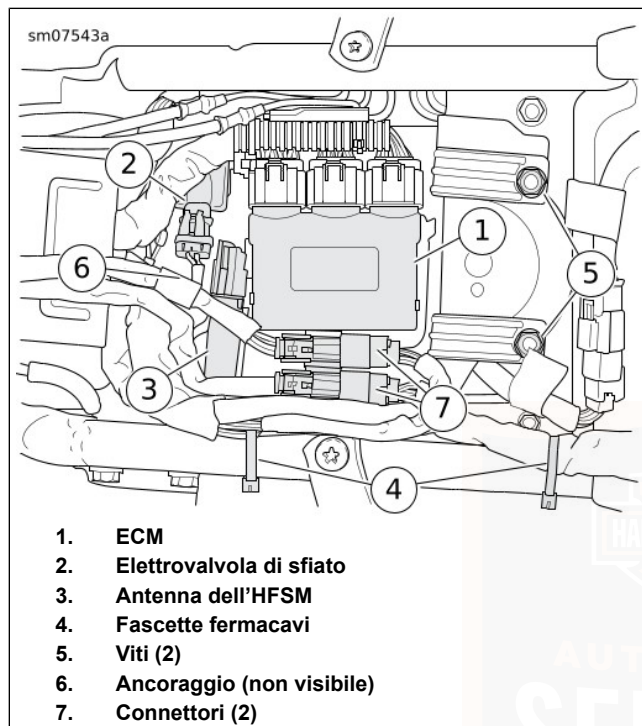

Figura 85. Pannello superiore
2. Vedere Figura 85 . Liberare l'ECM (1) dal pannello superiore. Accantonarlo.
3. Se in dotazione, spostare in avanti l'elettrovalvola di sfianto (2) per sganciarla dal pannello superiore.
4. **Modelli dotati di sistema di sicurezza:** sganciare l'antenna dell'HFSM (3) dal pannello superiore e accantonarla.
5. Staccare i connettori (7) dalle ancorette sul pannello superiore.
6. Rimuovere i dispositivi di fissaggio (5).
7. Tagliare le fascette fermacavi (4). Spostare il cablaggio per lasciare più spazio al pannello superiore.
7. Vedere Figura 85 . Riposizionare il pannello superiore e inserire il fermo sulla staffa di ancoraggio.
8. Fissare il pannello superiore alla traversa del telaio mediante i dispositivi di fissaggio (5). Serrare.